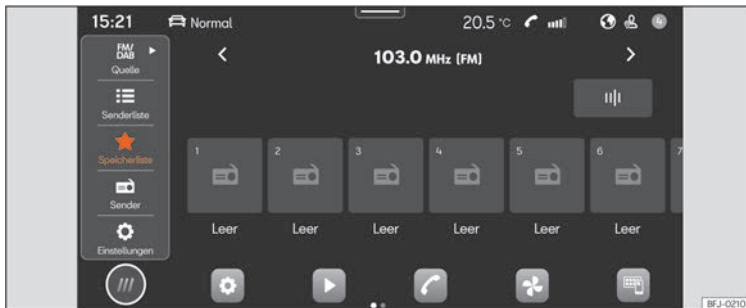

Abb. 188 Schematische Darstellung: Ansicht Radio.
- Drücken Sie **HOME** > >>> [Abb. 188].